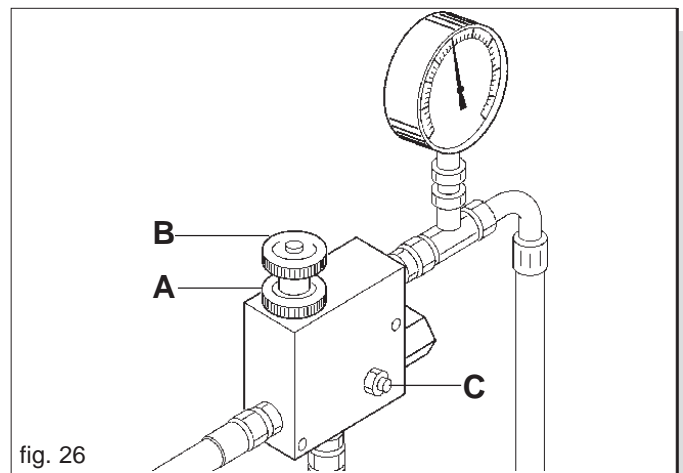

fig. 26
Wenn man die Gebläseumdrehungen für die Verteilung von schwereren Samen erhöhen will, mit Vorsicht und Achtung wie folgt vorgehen (Abb. 26):
- Die Feststellnutmutter lockern (A Abb. 26);
- Regelventil (B Abb. 26) im Uhrzeiger- oder Gegensinn drehen um den Druck zu senken oder zu erhöhen und daher die Gebläseumdrehungen zu ändern.
Andernfalls unbedingt sicherstellen, daß keine Personen an das Heckanbaugerät herantreten können. Es ist für irgendwelchen Grund verboten die Höchstdruckventilschraube (C Abb. 26) zu verstellen, da sich die Einstellung der Anlage ändern würde und deshalb Motor- oder Pumpenbruch verursachen.